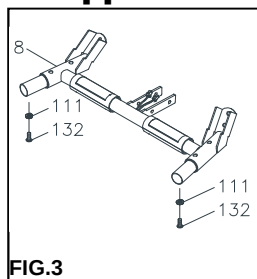

FIG.3
REMARQUE : pour le transport, 2 rondelles de frein (M8)(111) et 2 boulons (M8xp1.25x16 mm)(132) sont fixés au bas du support du guidon en U (8) comme le montre la FIG. 3 du schéma de gauche.